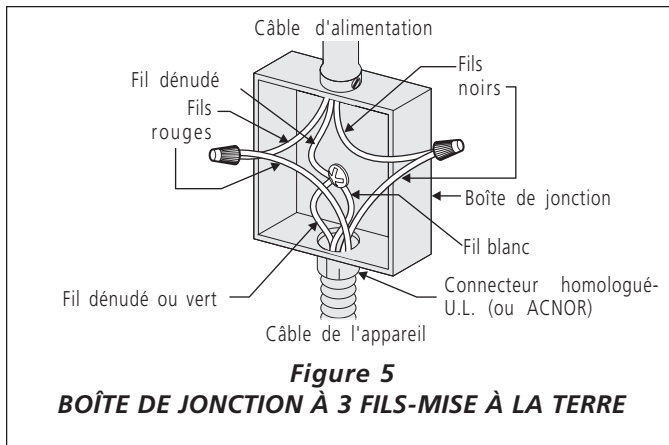

Figure 5
1. **Si les codes locaux permettent la connexion du fil de mise à la terre du châssis au neutre (blanc)**, raccordez le fil de cuivre dénudé et le fil blanc du câble d'alimentation de l'appareil ensemble, et au fil neutre dans la boîte de jonction. Raccordez les autres fils du câble d'alimentation, selon leur couleur respective à leur correspondant dans la boîte de jonction (Figure 5).